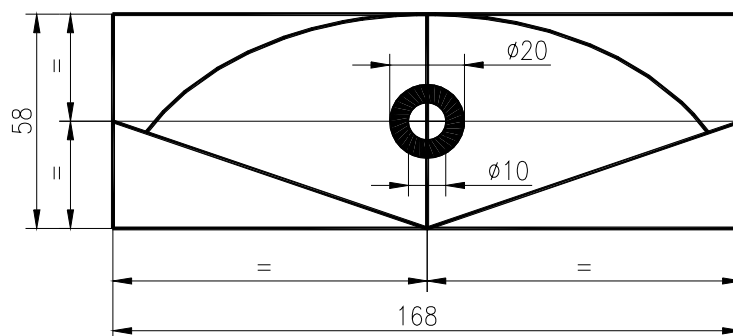

Fig. U5.18
4. Realizați desenul din Fig. U5.18 utilizând comenzile de desenare *RECTANGLE*, *LINE*, *DONUT* și *ELLIPSE* (opțiunea *Arc*). Se va considera latura mare a dreptunghiului ca axă mare a arcului de elipsă, latura mică a dreptunghiului drept axă mică a elipsei, iar unghiurile de start și de sfârșit ca puncte apropiate (*NEA*) de laturile înclinate din interior.